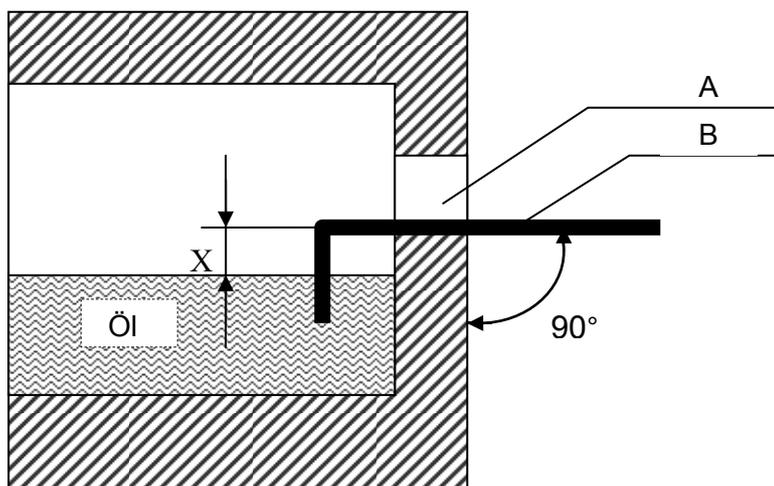

Abb. 3 Ölstandskontrolle mit Hilfswerkzeug
-min. Ölstand: X mm unterhalb der Unterkante der Ölstandsbohrung (Siehe Abb. 3).